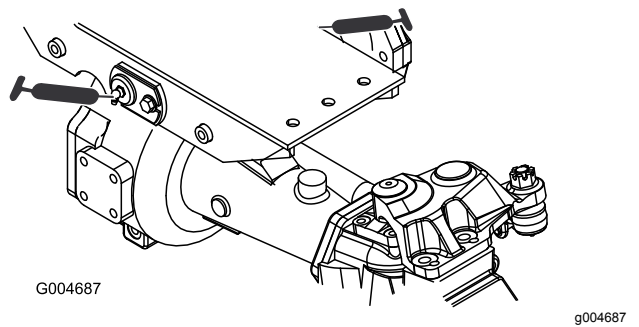

Figura 59
- Casquilhos articulados do eixo dianteiro e traseiro (2) (Figura 59)